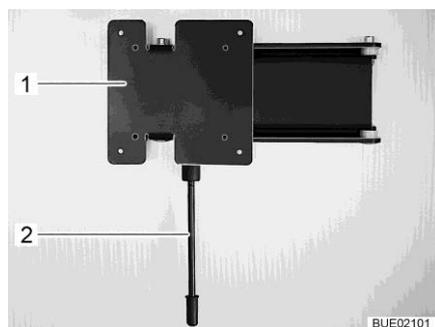

Fig. 92 Soporte de pared
- Tirar la palanca de desbloqueo (Fig. 92,1) hacia abajo y girar el soporte (Fig. 92,2) con la pantalla plana a la posición deseada.